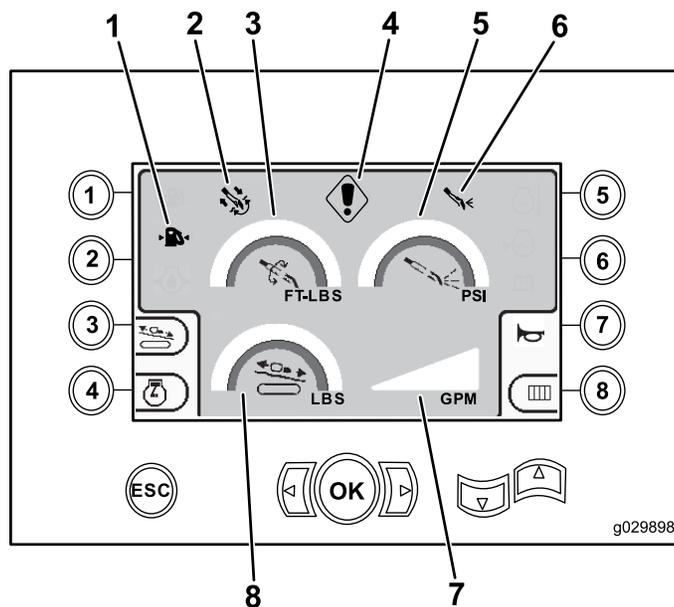

Figura 3
Esta tela exibe o torque do conjunto rotativo em pés-lbs, a pressão do fluido de perfuração em psi, a força do sistema de translação em lbs, e a vazão de fluido de perfuração em gpm (Figura 3).
- Aviso de código de falha de perfuração e/ou do motor (Figura 3)
- Aviso de baixo nível de combustível (Figura 3)
- Fluido de perfuração na posição LIGADA (Figura 3)
- Perfuração automática na posição LIGADA (Figura 3)